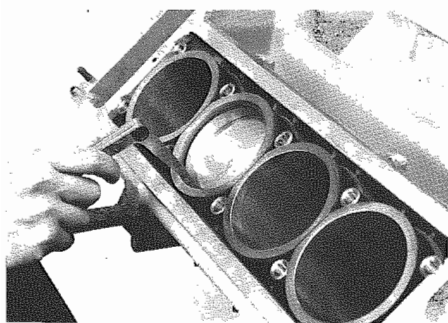

Fig. 107 - Controllo della luce
- Controllare la luce di giunzione dei segmenti di tenuta e raschiaolio (**Fig. 107**). Sostituirli se superiore al valore max dato (vedi pag. 1-3).
- Check piston rings and scraper gap (**Fig. 107**). Replace them if higher than the max given value (see page 1-3).